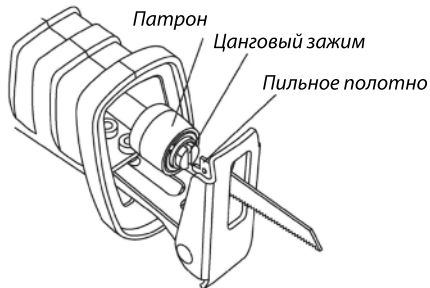

Рис. 2
1. Разблокируйте втулку патрона, подняв на верх фиксирующий рычаг полотна (3);
2. Вставьте полотно (1) в торцевое отверстие патрона (Рис. 2);